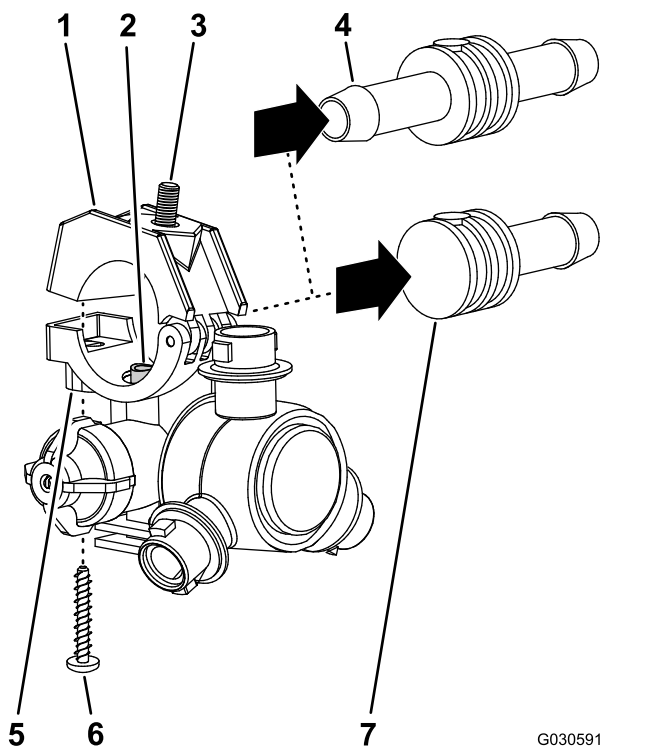

図 50
2. 片側または両側バープ付きホースシャック 3/4" とそのクランプの上半分とをスプレーノズルのボディに固定しているステンレスねじ #12 x 1 1/4" を外してバープ付きホースシャックとホースをノズルから外す 図 50。